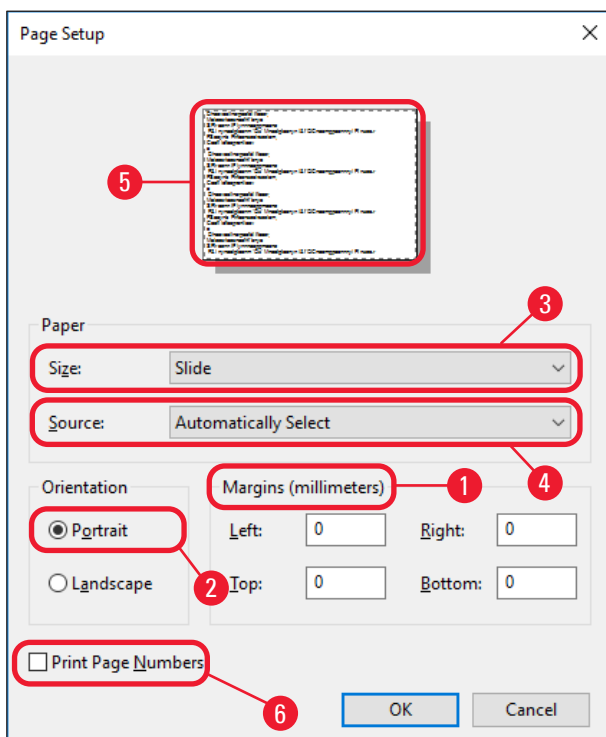

Fig. 42
3. Först måste du välja utskriftsformat: Klicka på **File** (arkiv) > **Page Setup** (utskriftsformat) för att öppna dialogrutan **Page Setup** (utskriftsformat) (→ "Fig. 42").